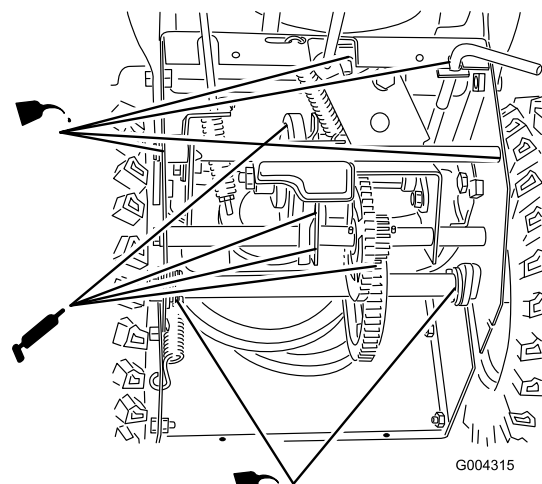

Figure 34
- Lubrifiez légèrement la déneigeuse avec de l'huile légère comme illustré à la Figure 34.
- Graissez la déneigeuse comme illustré à la Figure 34.